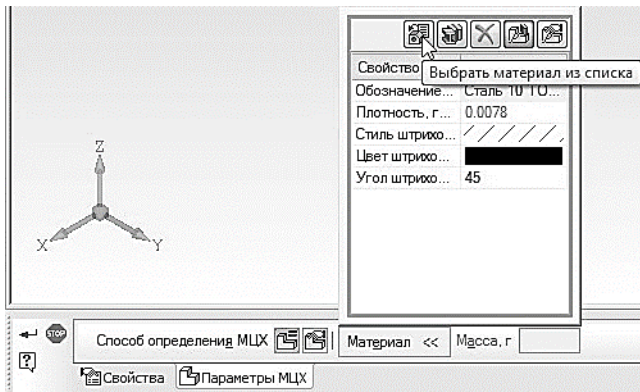

Рис. 169. Вкладка Параметры МЦХ панели свойств детали
На второй вкладке **Параметры МЦХ** находятся следующие элементы (рис. 169):
- Переключатель, позволяющий указать, какой параметр будет задан для расчета МЦХ детали: плотность  или масса  (рис. 169).